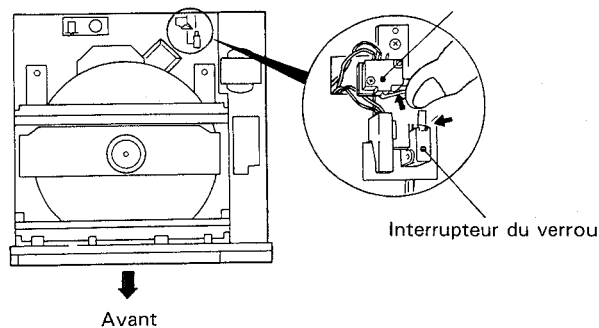

Fig.7
1. Mettre l'appareil sous tension tout en appuyant sur l'interrupteur du moteur de déplacement puis immédiatement après cela, appuyer sur la touche de lecture. Relâcher l'interrupteur du moteur de déplacement dès que le disque commence à tourner. (Fig. 7)